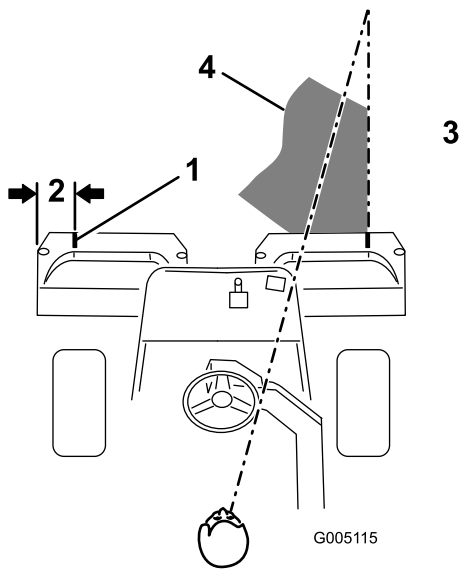
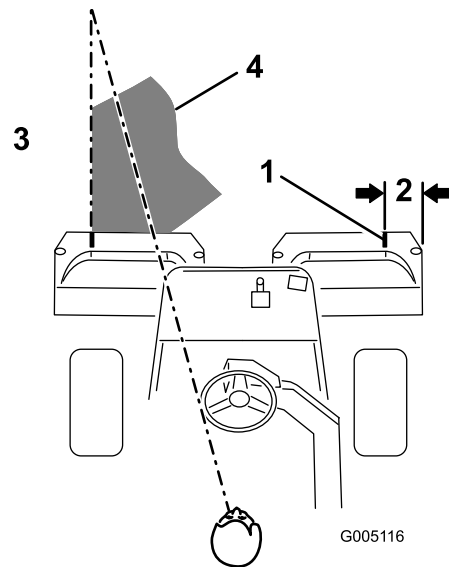

図 29
図 30
2. その位置に白色テープか白ペンキで集草箱の縁と平行に目印を入れる図 29。
注 グリーン内をぶれずにきれいに直進し、刈り込みの済んだ列との距離を一定に保って走るためには、車体前方 1.8 から 3 m のところに視線を置いて、刈り込み済みの済んでいる列にラインを合わせるようにするのがコツです。図 29 および図 30。ハンドルを目印にして距離を合わせても良いでしょう。その場合、ハンドルの縁と本機前方の目標ラインとを重ねて見ながら運転します。